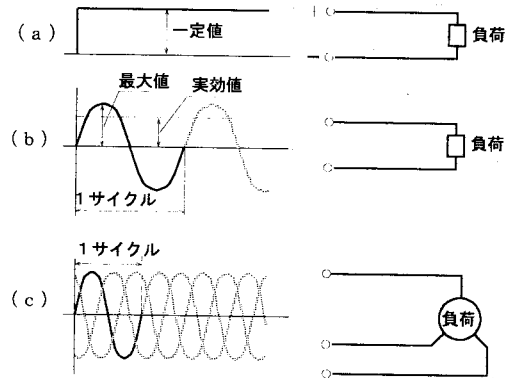

図2-1 電気回路の電源の種類
(1) 直流と交流
① 直流 (DC) (図2-1 (a))
② 交流 (AC) : 大きさと方向が周期的に変わる電流である。
a) 単相交流 (図2-1 (b))
b) 三相交流 (図2-1 (c))